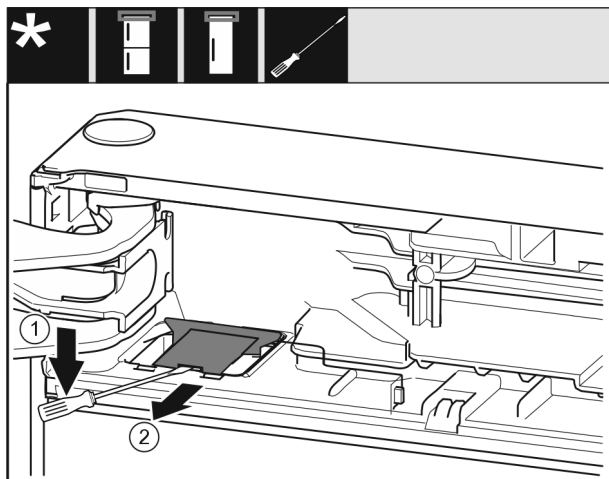

Fig. 10
- Haka ur skyddet Fig. 10 (1) med en spårskruvmejsel.
- Ta ut skyddet Fig. 10 (2).